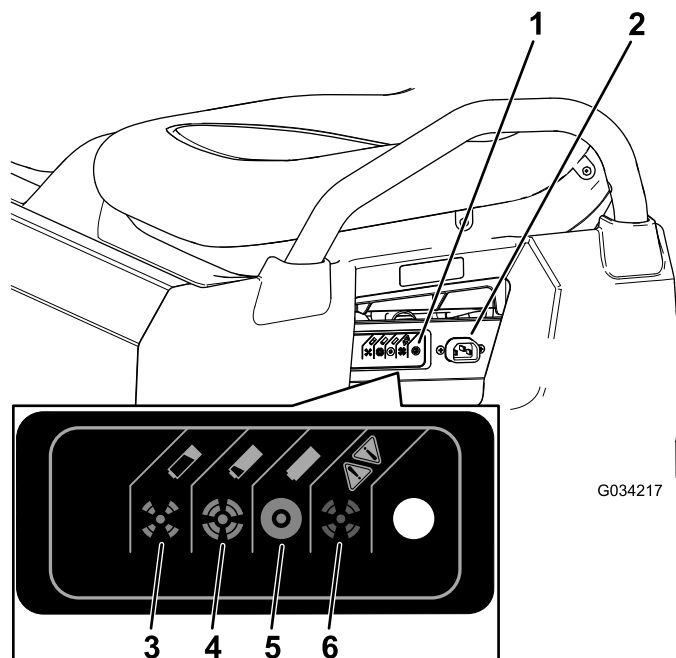

图 35
3. 将16号或更大直径、2.5m 或更短的充电器线连接到机器的充电插座 图 35。
请参阅下表和 图 35 了解有关充电器状态指示灯不同颜色含义的信息。